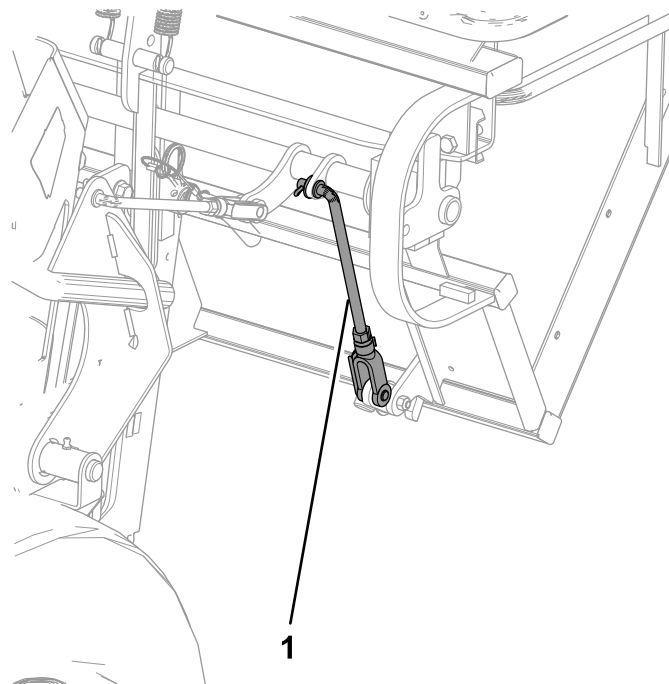

Figura 55
4. Asegúrese de que los cierres se enganchan completamente y que tocan la varilla de cierre que está soldada a la puerta (Figura 55).